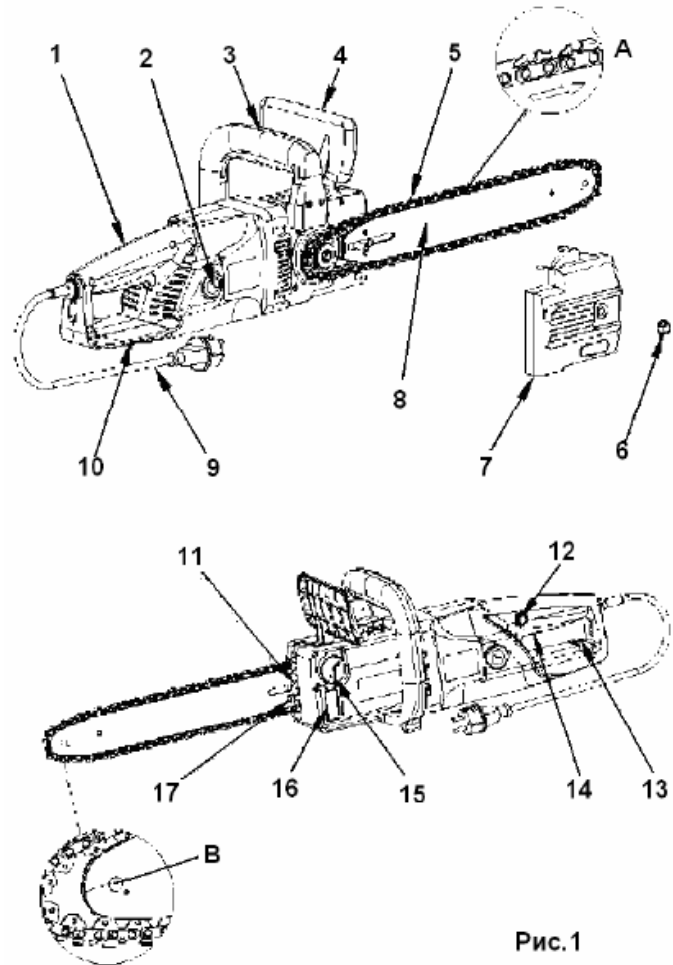
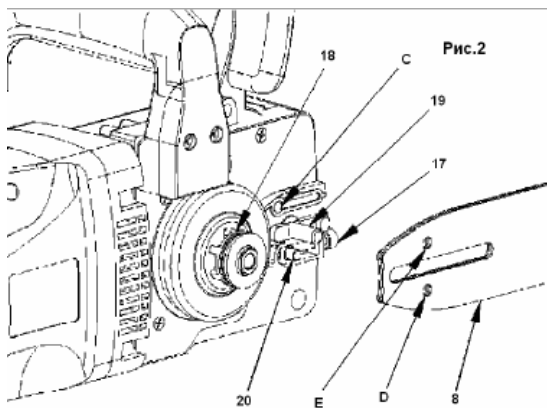

Рис.1
Рис.2
Если вы видите следы масла на цепи , то пила работает нормально. Если на цепи масло отсутствует, то прочистьте масловыпускное отверстие (Рис.2), верхнее отверстие шины и шланг подачи масла, или обратитесь в сервисный центр.
Направляющая шина и пильная цепь поставляются отдельно (в разборном виде). Сначала открутите крепежный винт (6 Рис.1) и снимите крышку, закрывающую натяжной механизм направляющей шины пилы (7 Рис.1). Нижний болт натяжения (20 Рис.2), должен находиться по центру прорези направляющей шины. Если необходимо, более точно отрегулируйте натяжение цепи с помощью винта (17 Рис.2).
Всегда используйте специальные перчатки для защиты рук при монтаже цепи, проверке натяжения, сборке и разборке. Перед монтажом цепи на направляющую шину, проверьте направление режущих зубцов цепи (заточенная сторона зубцов). Направление движения цепи, указано на крышке (7) (Рис 3). Для того, чтобы определить направление пиления, если необходимо, переверните ее (5). Надевая цепь на шину, держите пилу с направляющей шиной (8) вертикально, концом шины вверх (5). Монтаж цепи начинайте с наконечника шины (8). Монтаж цепи на шину начинайте следующим образом: Установите направляющую шину с пильной цепью на болт (19) и на болт регулировки натяжения цепи (20). Наденьте цепь на звездочку (18) Проверьте еще раз правильное направление установки цепи (См. Рис. 1). Наденьте крышку (7 Рис.1), и закрутите крепежную гайку (6 Рис.1) гаечным ключом. Теперь цепь смонтирована на направляющую шину правильно.
Убедитесь, что цепь (5) находится в пазах направляющей шины (8) (Рис.1 а). Используя шестигранный ключ, поверните винт регулировки натяжения цепи (17) по часовой стрелке до тех пор, пока цепь не будет правильно натянута. Во время затягивания винта (20), направляющую шину необходимо держать вертикально вверх. Проверьте натяжение цепи еще раз (См. Рис. 3). Не натягивайте цепь очень туго. В холодную погоду цепь должна приподниматься от направляющего бруска приблизительно на 5 мм. Затяните туго контргайку (6).
Чтобы предотвратить попадание грязи в масляный бачок, протрите крышку бачка (22) перед тем как ее открыть. Следите за уровнем масла в масляном бачке в процессе пиления, уровень масла смотреть в окошечке (16 Рис.1, 4). После доливки масла, плотно закрутите крышку бачка и вытрите пролитое масло.